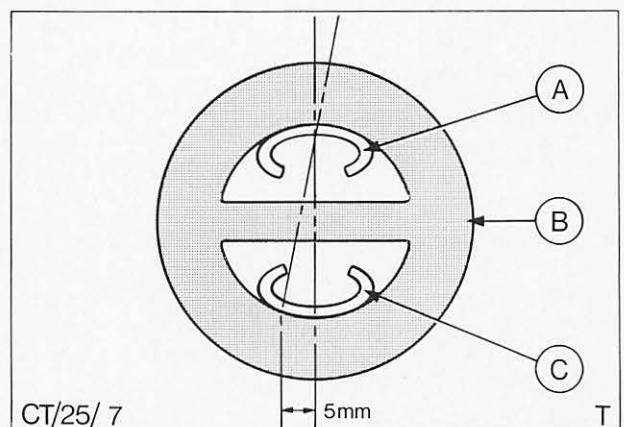

Abb. 11 A = Auspuffhalter an Bodengruppe
14. Auspuffanlage ausrichten. Darauf achten, daß die Gummi-Stegschlaufen nicht verspannt sind, Abb. 11, und daß die Anlage an keiner Stelle die Bodengruppe bzw. Hinterachse berührt. Außerdem auf richtigen Sitz der Vorderrohre an den Auspuffkrümmern achten.